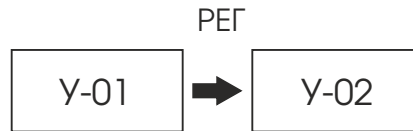

Рисунок 8. Настройка громкости сигнала тревоги.
6. После этого следует переход в режим настройки громкости сигнала тревоги: «У-00» означает беззвучный режим, «У-01» означает тихий сигнал тревоги, «У-02» означает тревоги максимальной громкости. Используйте кнопку «РЕГ» для изменения значения громкости сигнала тревоги и кнопку «ВВОД» для подтверждения выбранного значения как показано на рис. 8.